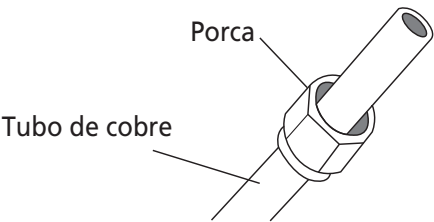

Fig. 7.3
3. Colocar as porcas flare em ambas as extremidades do tubo. Certifique-se de que estão viradas na direcção certa, porque não pode colocá-las ou mudar de direcção depois de flaring. Ver fig. 7.3